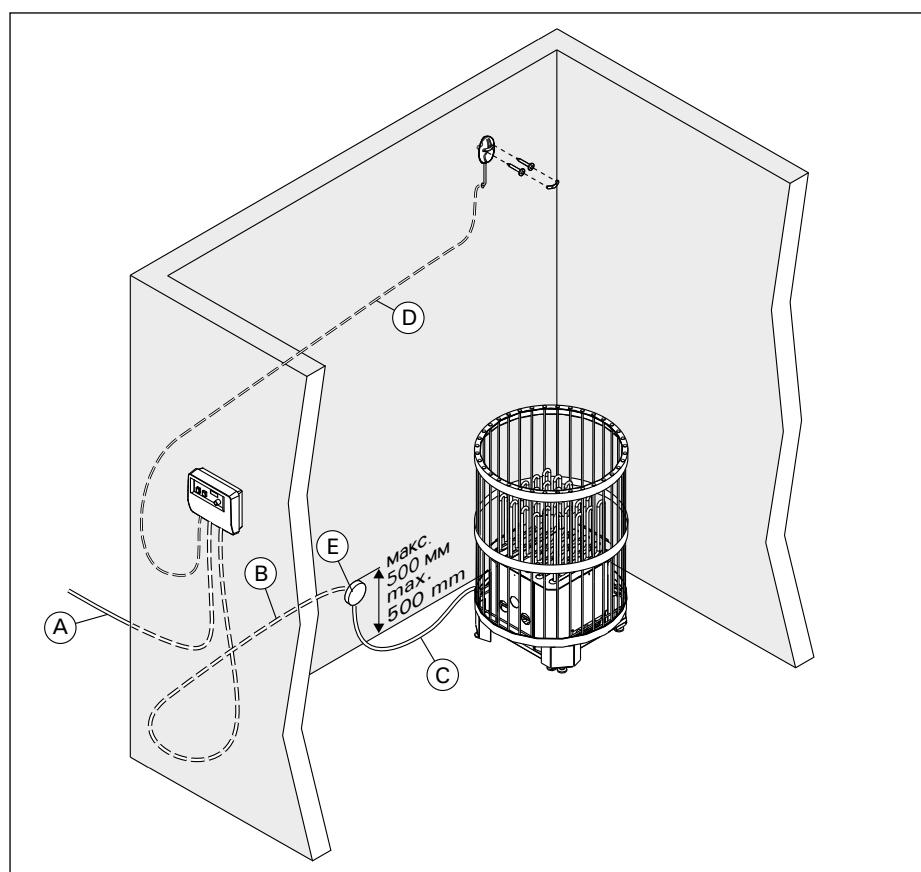

Рис. 3. Кабели
- Каменка гибким проводом подсоединяется к соединительной коробке (рис. 3: E) в стене сауны. Соединительная коробка должна быть брызгозащищенной и находиться на расстоянии не более 500 мм от пола.
- В качестве кабеля (рис. 3: C) следует использовать резиновый кабель типа HO7RN-F или подобный.